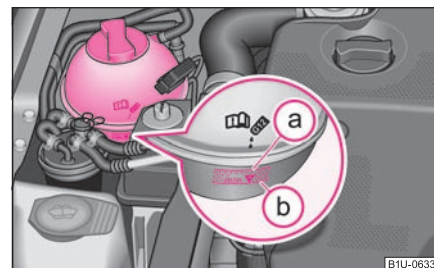

Fig. 148 Compartimentul motor: Vasul de expansiune al lichidului de răcire
- Verificați nivelul lichidului de răcire din vasul de expansiune ⇒ fig. 148. Când motorul este rece, nivelul lichidului de răcire trebuie să se afle între marcasele **a** și **b**. Când motorul este cald, nivelul lichidului de răcire poate fi și puțin peste marcaj.
- Puneți o lavetă pe capacul vasului de expansiune ⇒ fig. 148 și desfaceți capacul **cu grijă** spre stânga ⇒